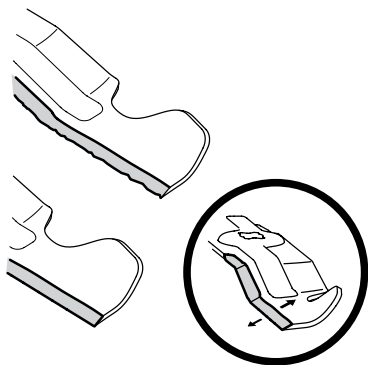

Figura 4-17
- Para afilar las cuchillas de corte de forma adecuada, extraiga cantidades iguales de metal de ambos extremos de las cuchillas a lo largo de los bordes cortantes, paralelo al borde de caída y a un ángulo de 25° a 30°. Afíle siempre cada borde de las cuchillas de corte de forma pareja para mantener un equilibrio adecuado entre las mismas. Consulte la Figura 4-17.